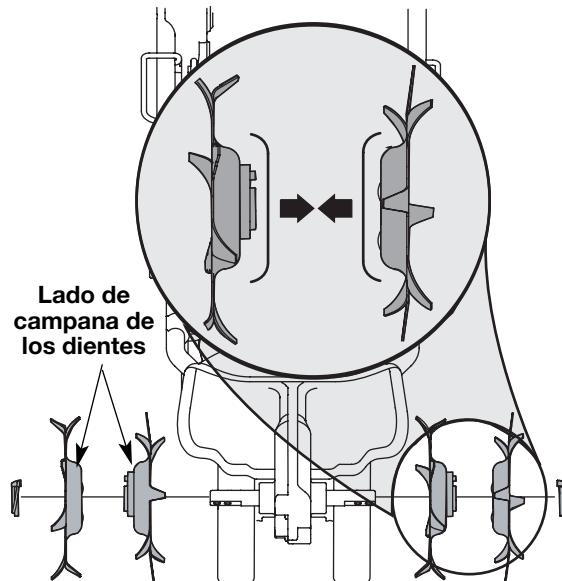

Fig. 9
**NOTE:** Cada montaje de dientes está estampado con "A" o "B" (Fig. 9). Tome nota de la ubicación de cada diente en el eje para facilitar su montaje de nuevo.
- Los extremos de campana en cada uno de los montajes (en cada eje) deben estar uno frente a otro (Fig. 9).
- El buje de cada montaje de dientes (Fig. 9) debe estar orientado hacia afuera (lejos de la caja de engranajes de la cultivadora).